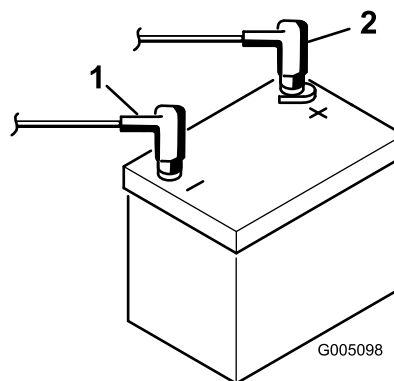

図 9
9. 赤いプラスケーブルをバッテリーのプラス端子に、黒いマイナスケーブルはバッテリーのマイナス端子にはめ、ボルトとナットで固定する図 9。ショート防止のために端子にゴムキャップをかぶせる。